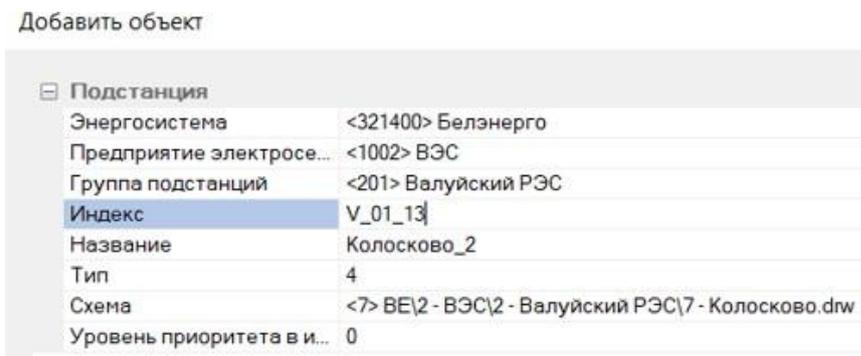

Рисунок 338 – Окно «Добавить объект»
**Пункт «Добавить: Подстанция»** (рисунок 338) вызывает окно «Добавить объект» для заведения подстанции.